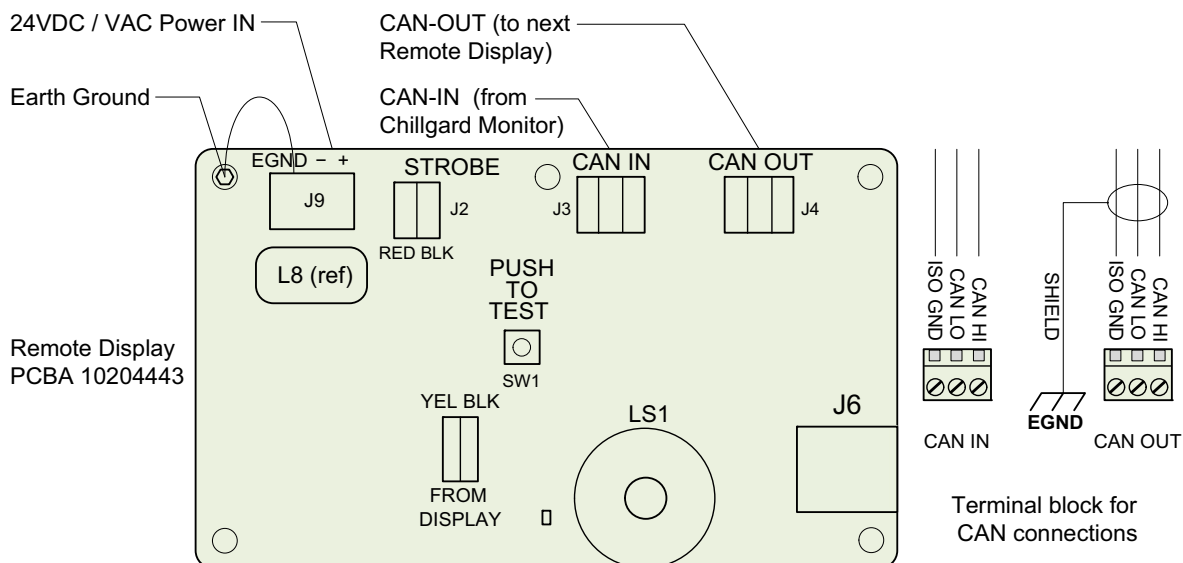

Fig. 12 Schaltplan für die externe Anzeige
Der Schaltplan für die externe Anzeige (Fig. 12) informiert ausführlich über die Verdrahtungsanforderungen für das Gerät.
- (1) Entfernen Sie das herausdrückbare Steckteil an der oberen Seite des Gehäuses.
- (2) Montieren Sie die Blitzleuchte mit der Schaumstoffabdichtung zwischen der Blitzleuchte und dem Gehäuse.
- (3) Ziehen Sie den Gewindeverschlussring an der Innenseite des Gehäuses von Hand an.
- (4) Stecken Sie den grünen Zweipositionensteckverbinder in die Stiftleiste der Platine (Blitzleuchte) wie in Fig. 12 gezeigt.
- (5) Schließen und befestigen Sie das Gerät.
- (1) Drücken Sie die Drucktaste auf der Platine (siehe Fig. 12). Die Blitzleuchte sollte nun zusammen mit dem akustischen Alarm ein visuelles Signal geben.
- (2) Gehen Sie in die Einstellungen. Drücken Sie "Aktivieren". Es sollte ein akustisches und visuelles Signal erfolgen.